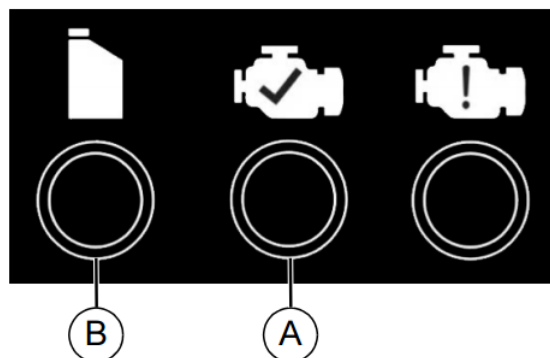

Рисунок 3-3. Помилка вимкнення
ВАЖЛИВА ПРИМІТКА: Не перевантажуйте генератор або окремі розетки на панелі. Див. рисунок 3-3. У разі перевантаження засвітиться світлодіод перевантаження (A), і подача змінного струму припиниться. Щоб усунути проблему, див. розділ «Індикатори стану генератора». Уважно прочитайте розділ «Знай свої межі генератора».
Двигун обладнаний датчиком рівня оливи, який автоматично вимикає двигун, коли рівень оливи опускається нижче встановленого значення, щоб запобігти пошкодженню двигуна. Див. рисунок 3-3 (B). Двигун не працюватиме, поки рівень оливи не буде відновлено до потрібного рівня.